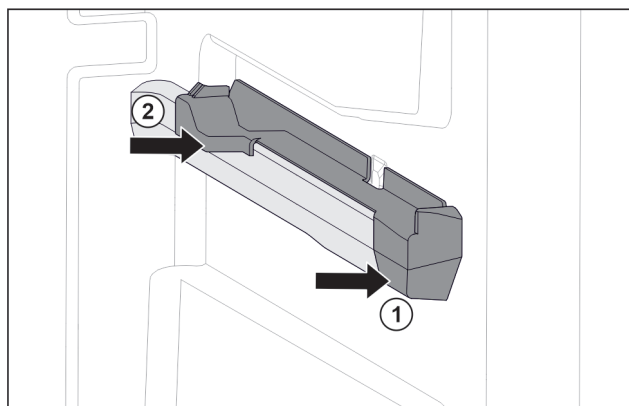

Fig. 42 Élément emboîtable sur la nervure de récipient droite
- Poser le devant de l'élément emboîtable contre la nervure de récipient. Fig. 42 (1)
- Enfoncer l'arrière de l'élément emboîtable. Fig. 42 (2)